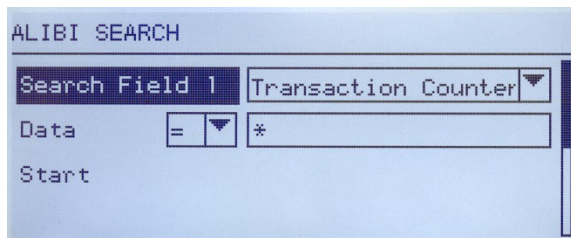

Figura D-1: Pantalla de búsqueda de memoria alibi
2. Aparece la pantalla de búsqueda. La Figura D-1 muestra el campo de búsqueda 1, la primera de dos pantalla de búsqueda de memoria alibi. Observe la barra de desplazamiento a la derecha que indica la disponibilidad de una segunda pantalla. La segunda pantalla contiene el campo de búsqueda 2 y sus campos de datos asociados.